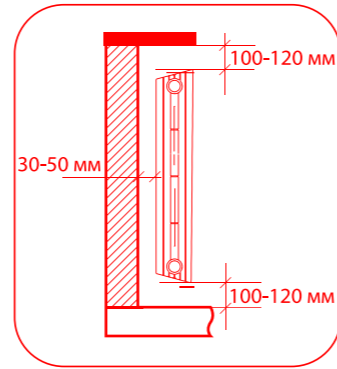

рис. 1
**1. Для эффективной работы радиатора необходимо соблюдать монтажные условия, указанные на рис. 1**